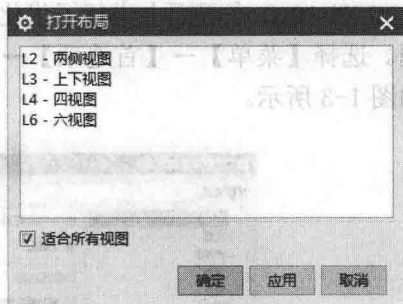

图 1-5 “打开布局”对话框
(2) 打开视图布局。选择【菜单】→【视图】→【布局】→【打开】命令，弹出如图 1-5 所示的“打开布局”对话框，该对话框用于选择要打开的某个布局，系统会按该布局的方式来显示图形。
(3) 适合所有视图。选择【菜单】→【视图】→【布局】→【适合所有视图】命令，系统就会自动地调整当前视图布局中所有视图的中心和比例，使实体模型最大程度地吻合